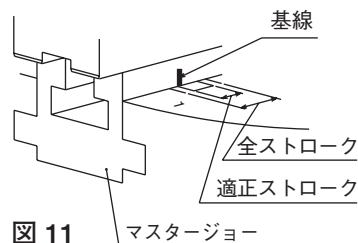

図 11
- 図 11 に示すように、No.1 マスタジョー横面の基線マークが全ストローク範囲内にあることを確認すること。作業前あるいはグリース給油時等、1日に一度以上ジョーをフルストロークさせて確認すること。ドローナットが緩んだりして全ストローク範囲から外れると、工作物を把握していないことがあり、工作物が飛散して危険。